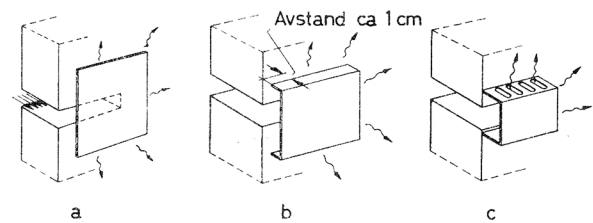

Fig. 34a, b og c. Prinsippskisser. Uteluften støter mot en vegg og fordeles i et plan parallelt med veggen.
- 34 Ventilasjonsluften kan til en viss grad fordeles ved å gi ventilasjonsristen en riktig utforming slik at luften blir mest mulig spredt, helst i plan parallelt med veggen, se prinsippskissene fig. 34a-e.